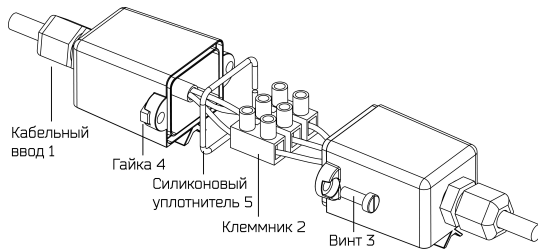

Рис. 3. Клеммная коробка
8.2. Открыть клеммную коробку, открутив винты 3 с гайками 4 (рис. 3).